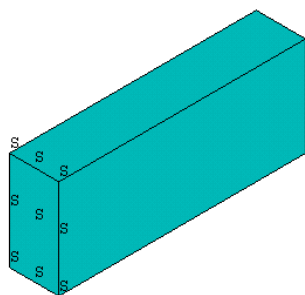

图5.15 对面施加对称约束
- (1) 单击工具栏上的 **RESUM\_DB** 按钮，恢复 5.2.1 节中保存的模型数据库。
- (2) 单击 Main Menu>Solution>Define Loads>Apply>Structural>Displacement>Symmetry B.C.>On Areas 菜单，弹出【Apply SYMM on Areas】对话框，在图形视窗中选中左侧端面。
- (3) 单击【OK】按钮对称约束即施加完毕，如图 5.15 所示，对称边界上标有 S 标记。